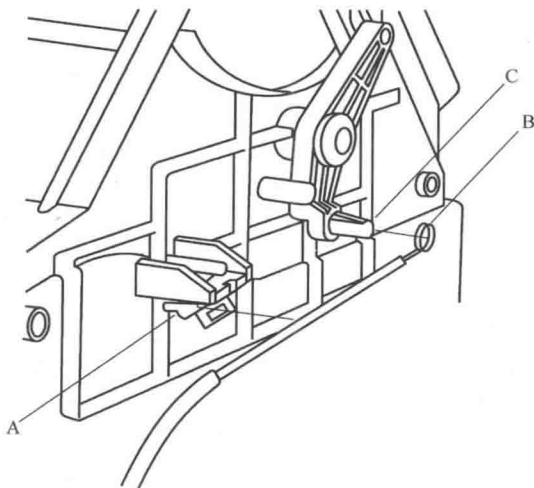

图 2-4 断开内外循环控制拉索
① 确保将环 D 插入凹槽 E。
② 安装后, 操控控制面板以查看其是否工作正常。
② 断开内外循环控制拉索
b. 如图 2-4 所示, 从卡夹 A 上松开内循环控制拉索壳体, 并从内循环控制连杆 C 上断开内拉索 B。